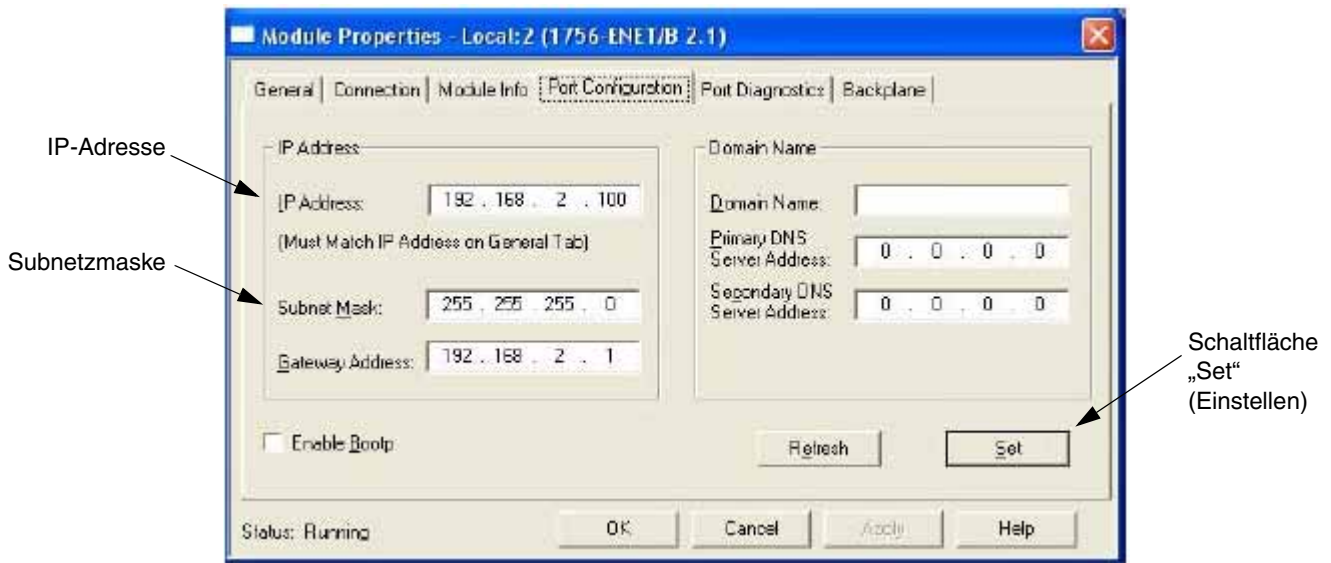

ABB. 70. Fenster „Port Configuration“ (Anschlusskonfiguration)
- h. Im Fenster „Module Properties“ (Moduleigenschaften) die Registerkarte „Port Configuration“ (Anschlusskonfiguration) auswählen. Siehe ABB. 70.